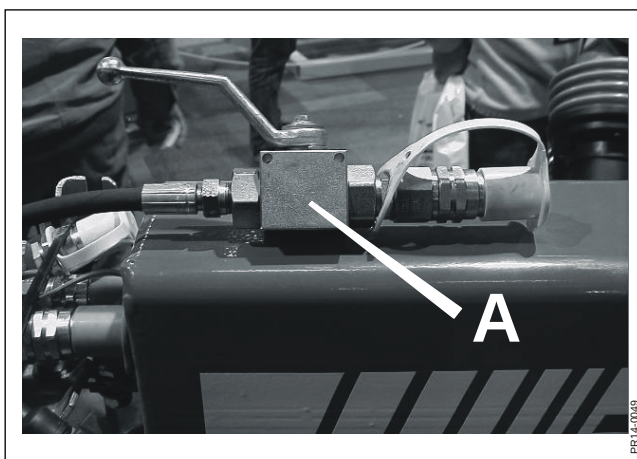

Fig. 3-1
**Fig. 3-1 VOR DER TRANSPORTFAHRT DIE KUGELHÄHNE SCHLIESSEN.** Diese sind bei den Schnellkupplungen am Schlepper angebracht. Das Ventil ist in offener Position gezeigt und wird geschlossen, wenn der Griff um 90 Grad gedreht wird.